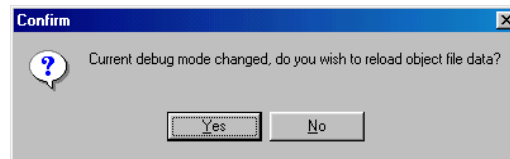

Figura 40 – Mudança no modo de simulação
- G. Se o ambiente do simulador estava utilizando outro modo de simulação, surgirá uma caixa de diálogo (Figura 40) perguntando ao usuário se ele deseja recarregar os dados do projeto. O usuário deverá pressionar o botão “Yes”.